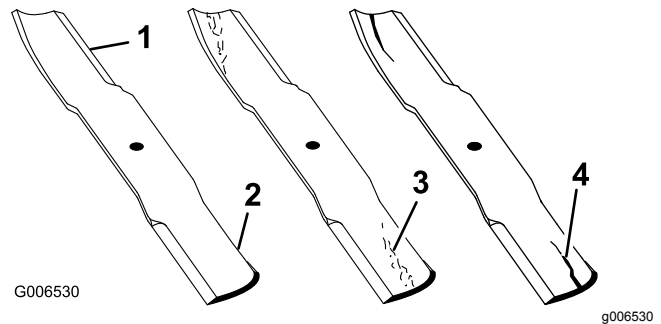

Figure 29
- Examinez attentivement les tranchants de la lame, particulièrement au point de rencontre de la partie plane et de l'ailette (Figure 29). Le sable et les matières abrasives peuvent éroder le métal à cet endroit, c'est pourquoi il est important de contrôler l'état de la lame avant d'utiliser la machine. Remplacez la lame si elle vous semble usée (Figure 29) ; voir Dépose et pose des lames (page 21).
Si la lame est trop usée, une entaille se forme entre l'ailette et la partie plane (Figure 29). La lame peut alors se briser et un morceau peut être projeté du dessous de la machine, vous blessant gravement ou une personne à proximité.